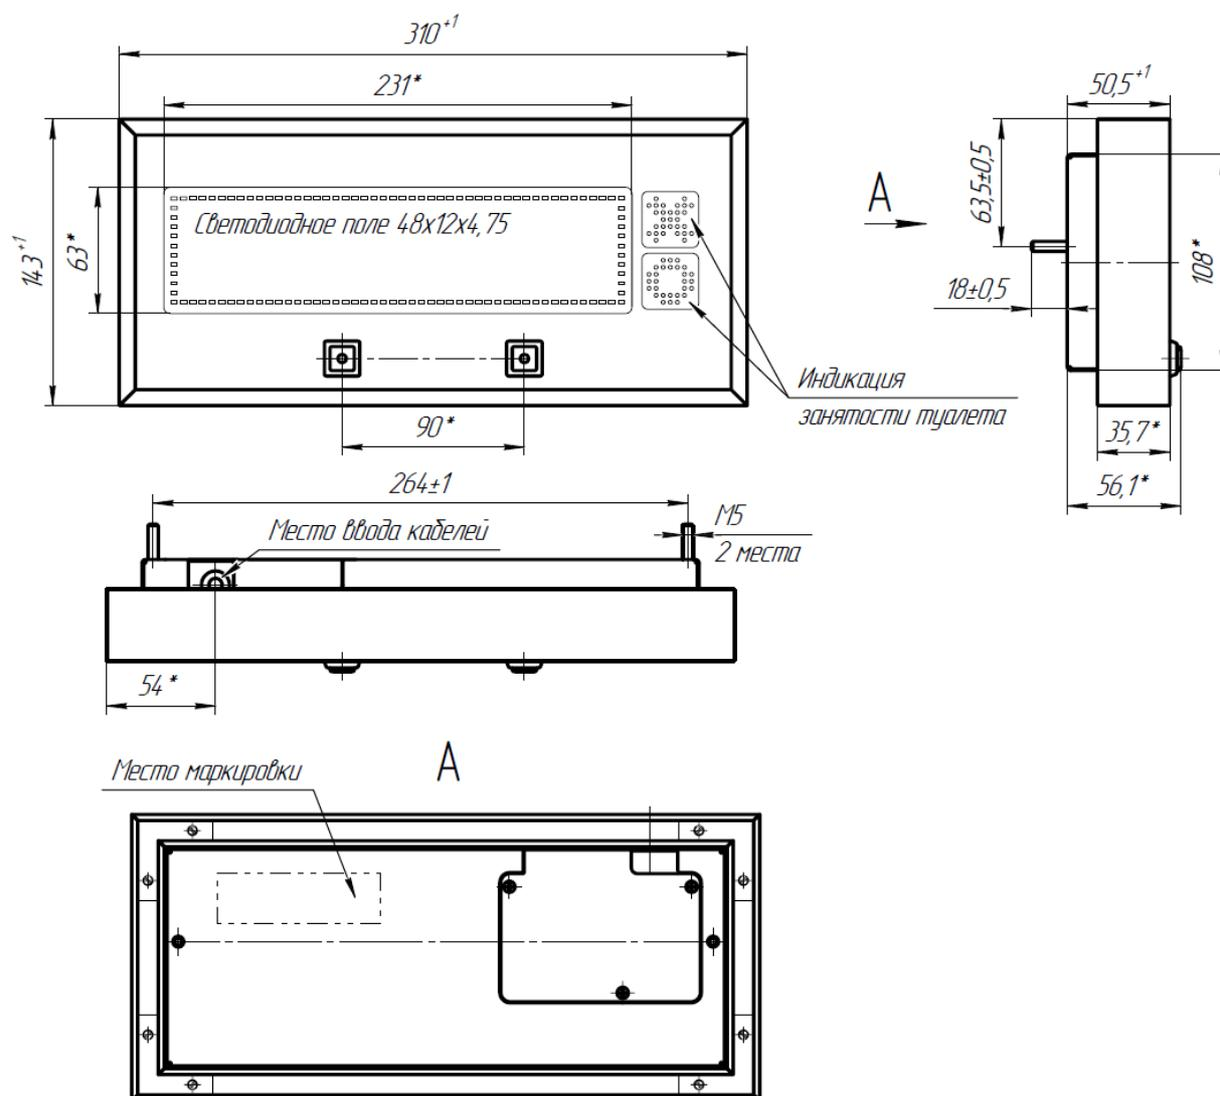

Рис.1 Габаритные размеры ПИи 48x12x4.75
4.3.2 На светодиодной матрице может отображаться как текстовая, так и графическая информация. Справа от светодиодного поля отображается занятость туалета доступного для инвалида, символами «○»- свободно и «×» - занято (см. рис.1).